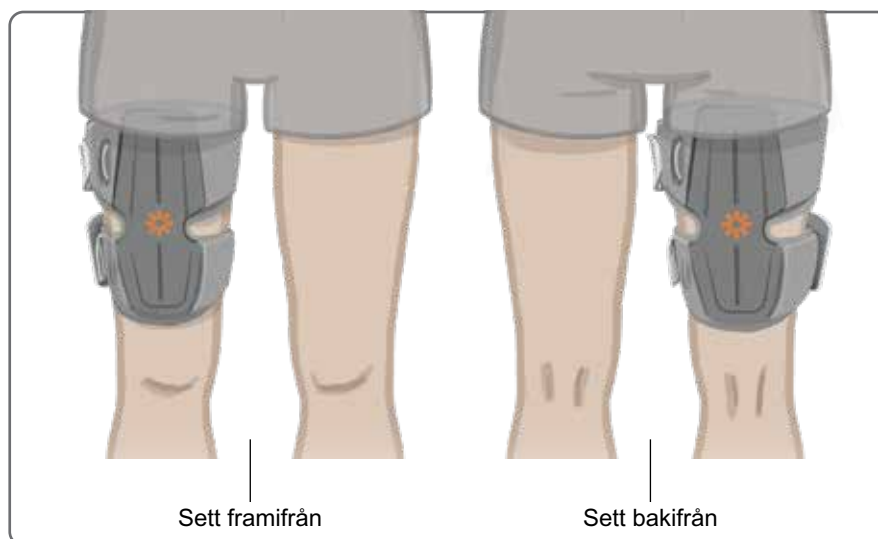

Bild 8-18: Korrekt position för lårmanschetten (t.v. – position för quadriceps på höger ben visas, t.h. – position för hamstringsmuskler på höger ben visas)
- Centrera bryggan på lårets mittlinje. Se bild 8-18.
- Fäst remmarna genom att föra in remspännet i haken på panelerna på lårmanschetten. Se bild 8-18. Vid behov kan du dra åt remmen genom att justera remmens fästansordningar.